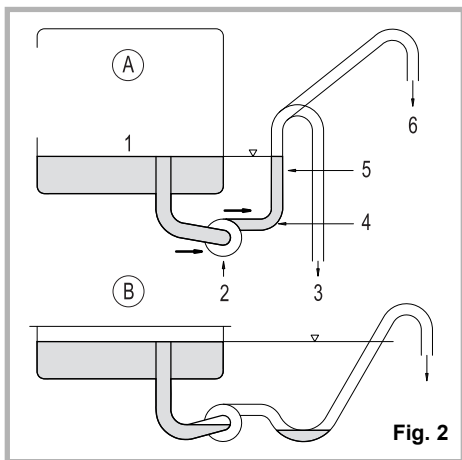

Fig. 2
**POMPE DE VIDANGE (Option) (Fig. 2):**